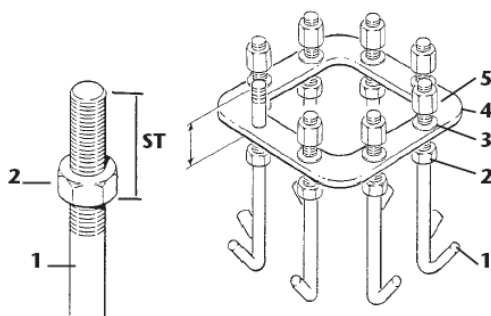

fig.17
1. Avvitare sui tirafondi **1** i dadi bassi **2**, lasciando sporgere la porzione filettata corrispondente alla quota **ST** (fig.17) - (per la sporgenza **ST**, vedi “Sistemi di fissaggio” a pag. 12). Compiere tale operazione su tutti gli 8 (otto) tirafondi.